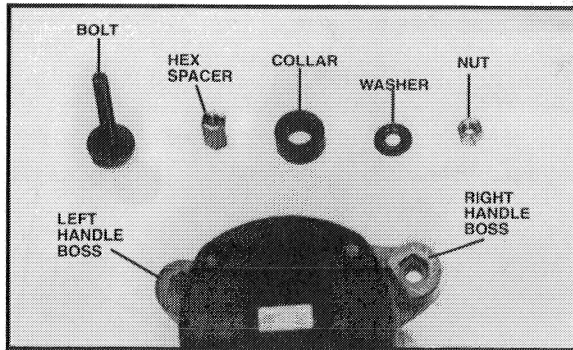

Fig. 1
2. Slide hex spacer (See Fig. 1 ) onto bolt.